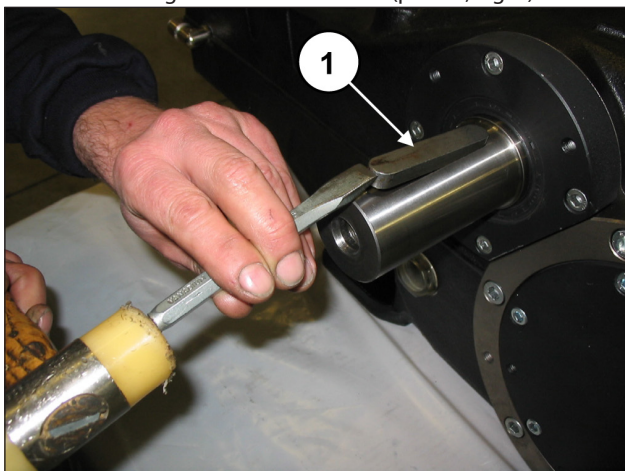

Fig. 7
Rimuovere la linguetta dall'albero PTO (pos. ①, Fig. 7).